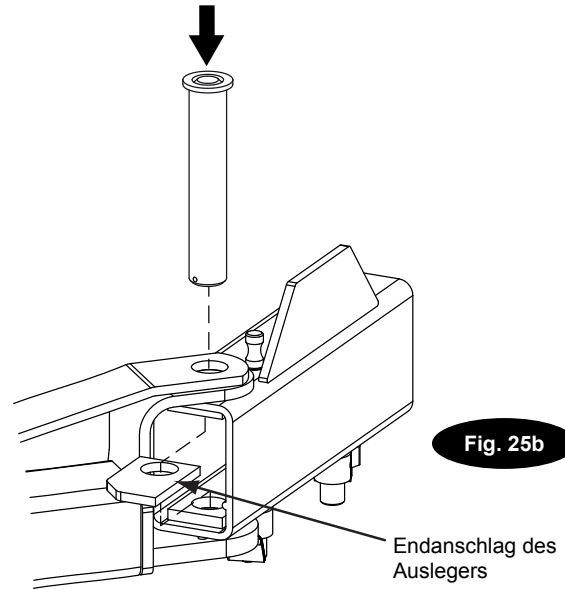

Fig. 25b
**Hinweis:** Der Endanschlag des Auslegers darf nur auf der Seite des Steuergeräts installiert werden. Er muss zusammen mit dem Zapfen des Auslegers montiert werden, Abb. 25b. Die Ausrichtung des Endanschlags des Auslegers in Abb. 25c beachten.